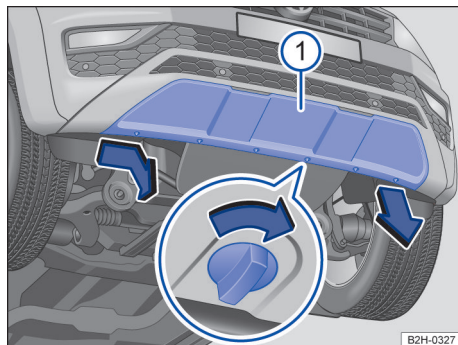

Fig. 169 No para-choque dianteiro à direita: cobertura.
O alojamento da argola de reboque rosqueável se encontra na parte dianteira direita do para-choque sob uma cobertura → Fig. 169 ①.
- Girar os parafusos de travamento aproximadamente 90 graus no sentido da seta → Fig. 169.